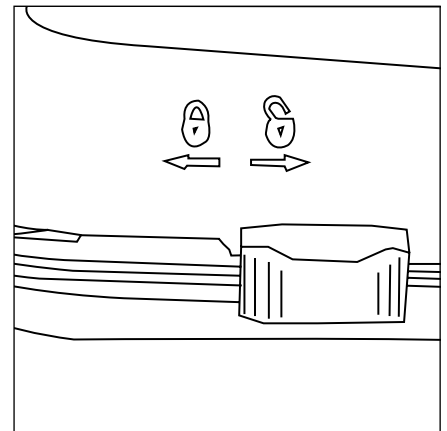

Figure 6
2. Démontez le boîtier de l'humidificateur en déverrouillant (🔓) chacune des attaches coulissantes (**Figure 6**) et en retirant le couvercle du boîtier de son socle.
2. Montez le couvercle du boîtier sur son socle en vous assurant tout d'abord que toutes les attaches coulissantes sont déverrouillées (🔓) (**Figure 6**).